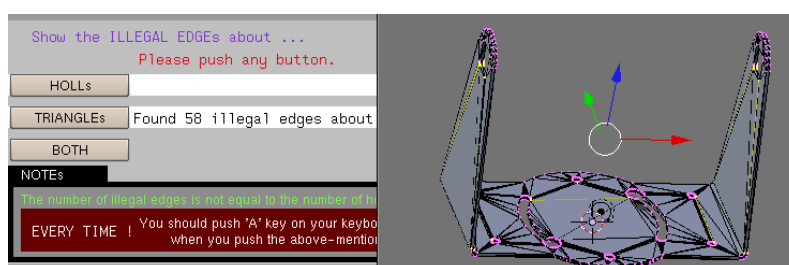

図 12 TRIANGLEs 表示画面（修正前）
11. 左側画面の「TRIANGLEs」をクリックすると以下の図 12 のように表示される。この時選択されたパッチが形状の不良を示す。この数が多すぎるとエラーが発生する。しかし「TRIANGLEs」で選択されてもメッシュが作成される場合がある。